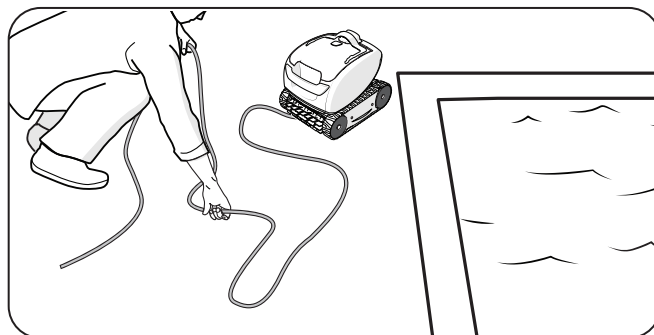

Figure 13. Démêler le câble flottant
- Commencer au niveau de la tête du robot nettoyeur, retirer tous les nœuds et enchevêtrements au niveau du câble flottant. Étendre le câble au soleil afin de l'aplanir complètement (Figure 13).